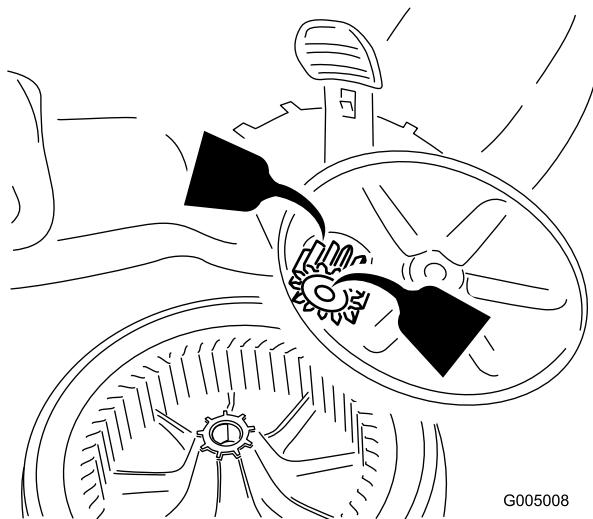

Figure 37
2. Appliquez une couche d'huile de graissage à l'intérieur et à l'extérieur des engrenages, de la manière indiquée (Figure 37).